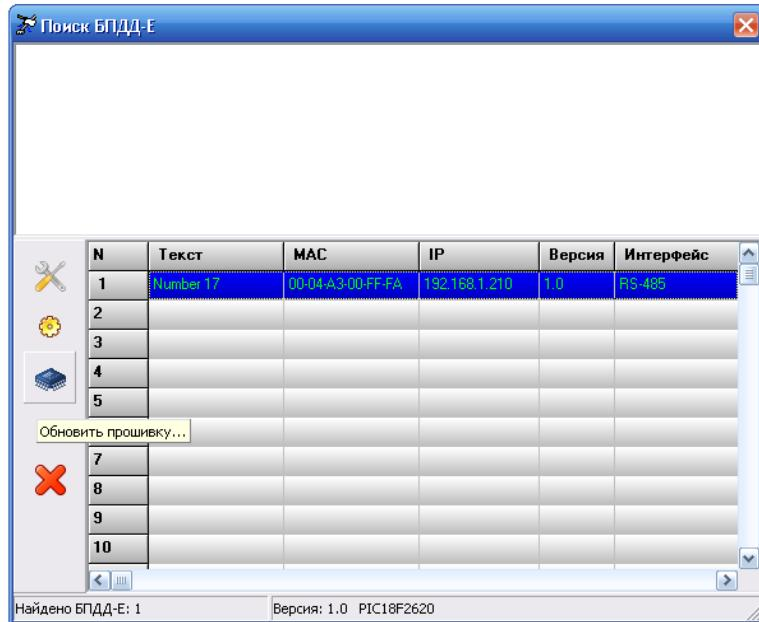

Рисунок 4 – Начало обновления программы БПДД-Е
- Выделить БПДД-Е в списке, который требует обновления встроенного программного обеспечения, и нажать кнопку «Обновить прошивку» на панели управления в левой части окна (рисунок 4).